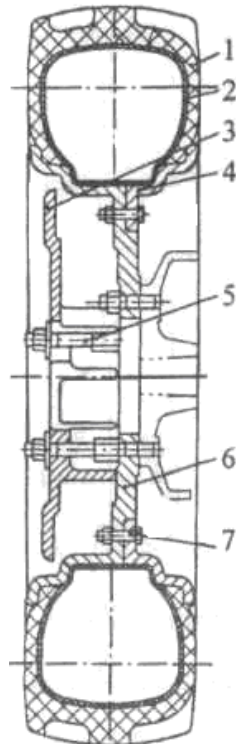

Рис. 3-22. Комбинированный чугунный тип обода.
Заднее колесо трактора серии TAISHAN состоит из шины, обода, ступицы и балласта (рис. 3-22). Шины имеют елочный профиль. Модель 7.50 – 16/7.50 – 20/8.30 – 24/9.50 – 20/9.50 – 24. Давление воздуха 80-120 КПа при работе в полевых условиях и 150 КПа при движении по дороге.
Перед затягиванием болтов, гаек на ведущем колесе и съемном балласте, сначала спустите воздух. Чтобы улучшить тяговые характеристики балласт должен быть установлен на двух колесах для улучшения сцепления (рис. 3-22).
Масляная камера (Н) и (К) может соединить масляные каналы и баланс гидравлического давления в радиальном направлении. Осевое отверстие (J) (рис. 3-22) в контрольном клапане используется для предотвращения вытекания масла под действием осевой силы.